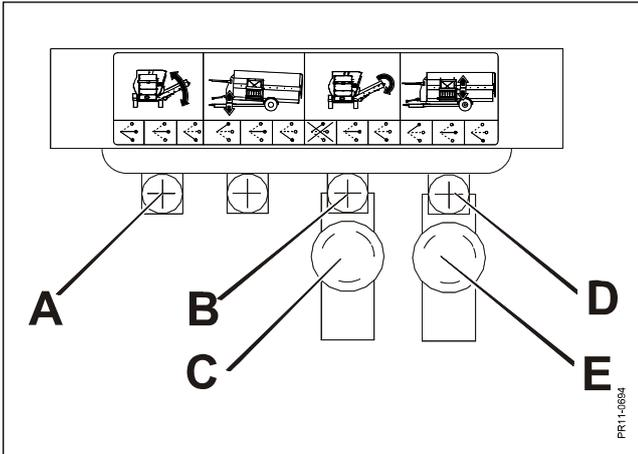
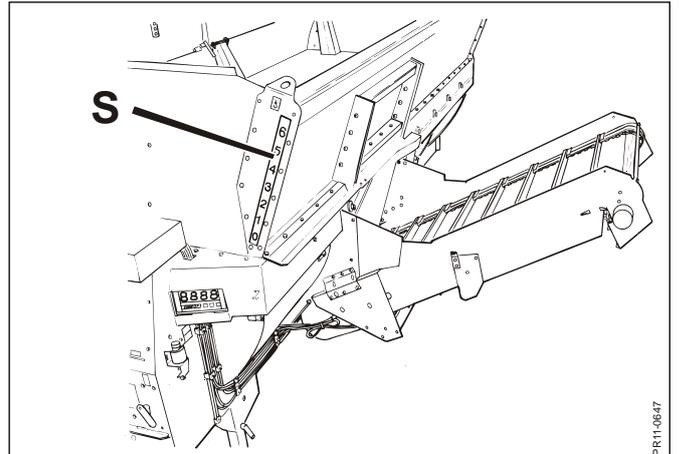

Fig. 5.11
Fig. 5.12
Fig. 5.11 Der Elevator wird mit dem Griff (A) rausgeklappt. Sehen Sie auch Fig. 5.12. Es ist jedoch nicht notwendig den Elevator ganz rauszuklappen um abzuladen, aber das Fassungsvermögen des Elevators wird reduziert, wenn den Elevator sehr schräg gestellt wird, und wir empfehlen deswegen, daß den Elevator so weit wie möglich rausgeklappt wird.
Fig. 5.12 Die Öffnung ist auf der Skala (S) abzulesen. Wenn die gewünschte Menge abgeladen ist, wird die Luke wieder geschlossen. Das Band muß nicht gestoppt werden, bevor die Luke ganz geschlossen ist.